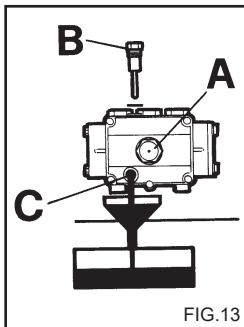

FIG. 13
- 2) Dévisser le bouchon de la tige de contrôle de niveau (fig. 13).